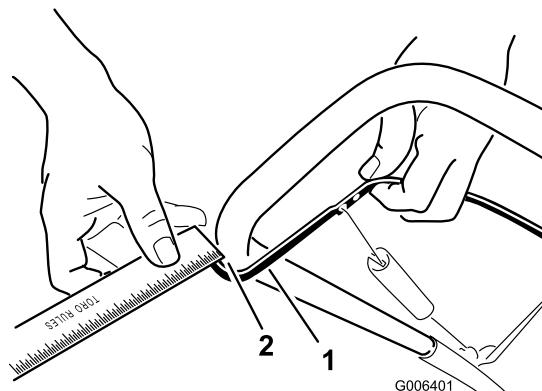

Figure 26
Rapprochez la barre de commande du guidon pour tendre le câble de commande (Figure 26).
Remarque: Vérifiez que la barre de commande et le guidon sont espacés de 2 à 3 mm (1/16 à 1/8 po) (Figure 26).
2. Accrochez le raccord en Z à un trou plus haut ou plus bas sur la biellette de réglage de manière à obtenir un écart de 2 à 3 mm (1/16 à 1/8 po.) entre la barre de commande et le guidon (Figure 26).